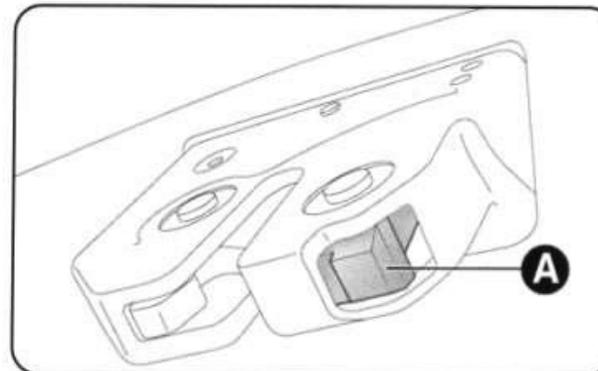

рис. 58
- нажмите на рычаг А (рис. 58).